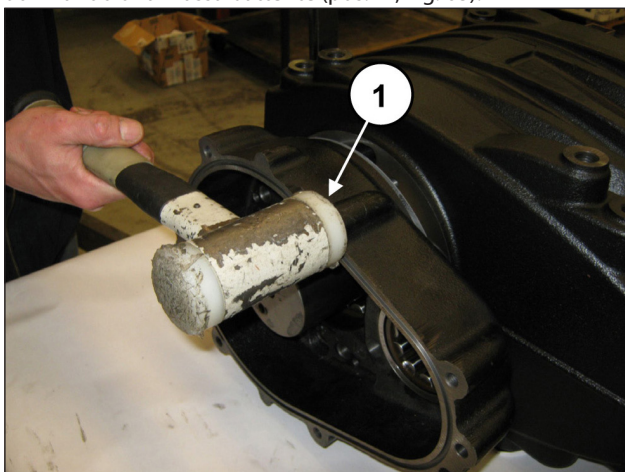

Fig. 63
Montare la scatola riduttore (e relativa guarnizione) utilizzando una massa battente (pos. ①, Fig. 63).